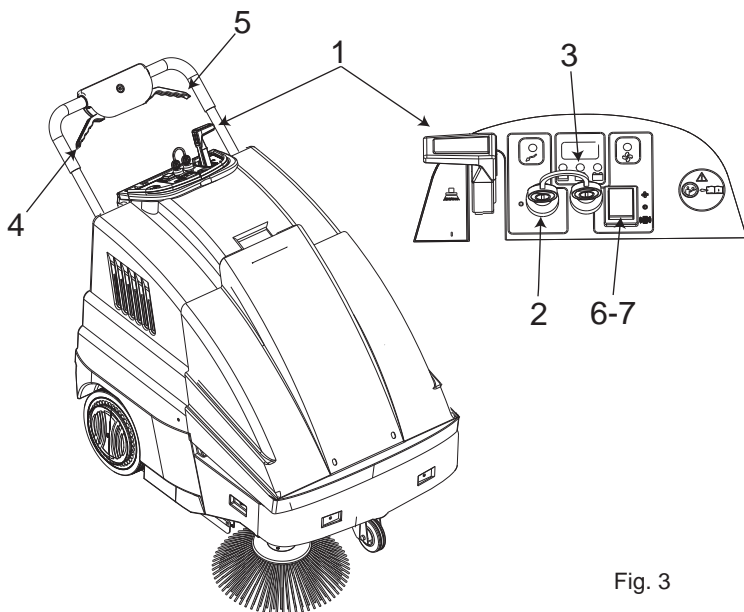

Fig. 3
- Sett kostespaken (pos. 1 Fig. 3) i posisjonen "0".
- Kontroller at sidekosten pos. 1 Fig 3 er i posisjonen "0".
- Sett nøkkelbryteren pos. 2 Fig. 3 i posisjonen "I".
- Etter å ha dreid nøkkelen venter du i omtrent 10 sek. før maskinen starter opp. Kontroller med signalinnretningen pos. 3 Fig. 3 at batteriet er fullstendig ladet før du begynner å arbeide. I motsatt fall må du sette batteriet på lading.
- Start støvsugeren ved å sette bryteren pos. 7 Fig. 3 i posisjonen "I".
MERKNADER Slå av støvsugeren ved å sette bryteren pos. 7 Fig. 3 i posisjonen "0" når du flytter maskinen.
- Trekk i trekkspaken pos. 4 Fig. 3 og fortsett med rengjøringen. Start om nødvendig spaken pos. 1 Fig. 3 ved å sette den i posisjonen "I" for å sette inn sidekosten. Når arbeidet er over setter du spaken for sidekosten, hvis den brukes på "0", slår av maskinen og tar nøklene ut fra kontrollpanelet.
Varigheten av batteriladingen avhenger av det ordinære vedlikeholdet og av utladingsnivået. Ikke la batteriladingen synke under grensen som er angitt av varsellampene i pos. 3 Fig.3. Når maksnivået for lossing er nådd stanser maskinen og den må så lades opp igjen før den kan brukes på nytt.